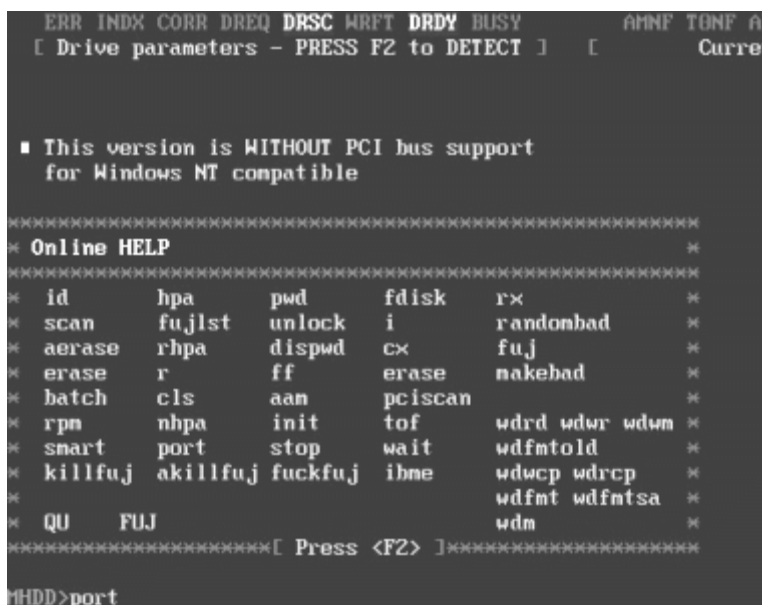

图 4-9 扫描硬盘
(1) 首先输入命令 PORT（热键是：SHIFT+F3），按回车。这个命令的意思是扫描 IDE 口上的所有硬盘，如图 4-9 所示。